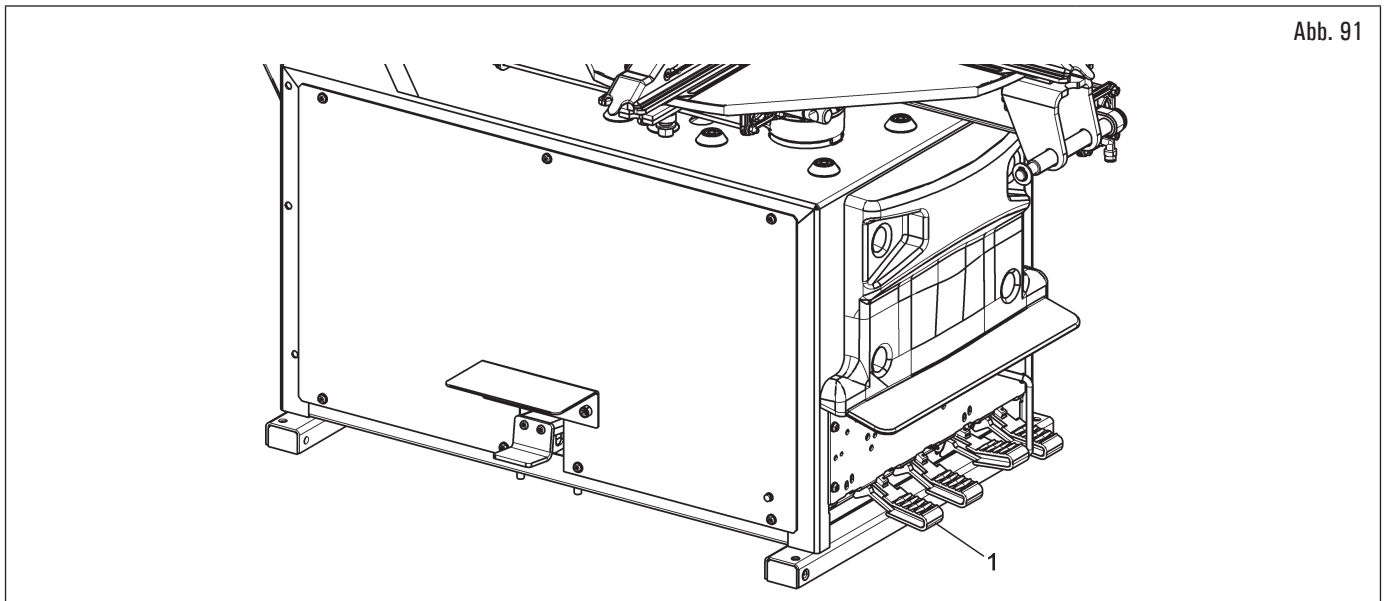

Abb. 91
4. den Arbeitsarm, durch Betätigen des Pedals (Abb. 91 Pkt. 1) in die Arbeitsposition bringen;